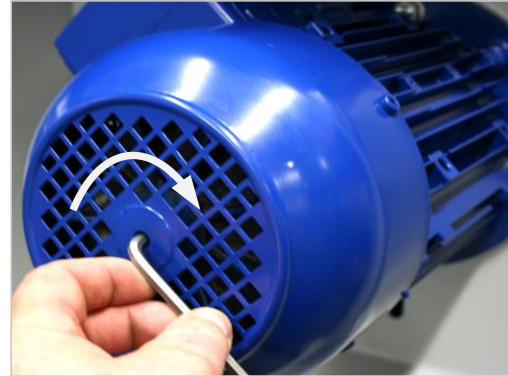

Figure 57 : réajuster le frein moteur
- Insérer une clé hexagonale coudée SW5 à travers le capot du ventilateur et l'insérer dans la douille hexagonale du goujon fileté à l'avant (voir ⇒ Figure 57).
- Tourner la clé hexagonale dans le sens des aiguilles d'une montre d'environ 1/8 de tour (voir ⇒ Figure 57).